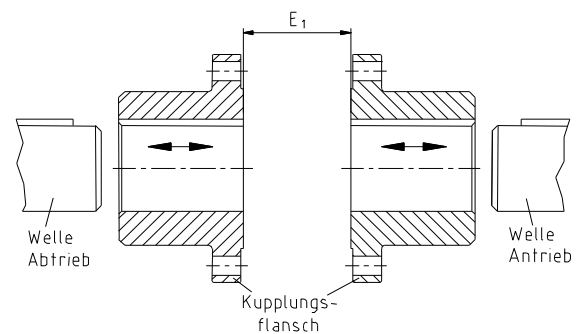

Bild 3: Montage der Kupplungsflansche
- Montieren Sie die Kupplungsflansche auf die Welle der An- und Abtriebsseite (siehe Bild 3).